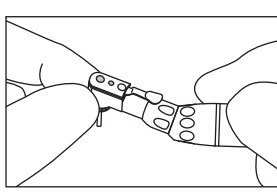

Fig.3
- 5) Depois de a rotação ter parado completamente, toque na cabeça do contra ângulo para confirmar que NÃO está demasiado quente (Fig. 3).